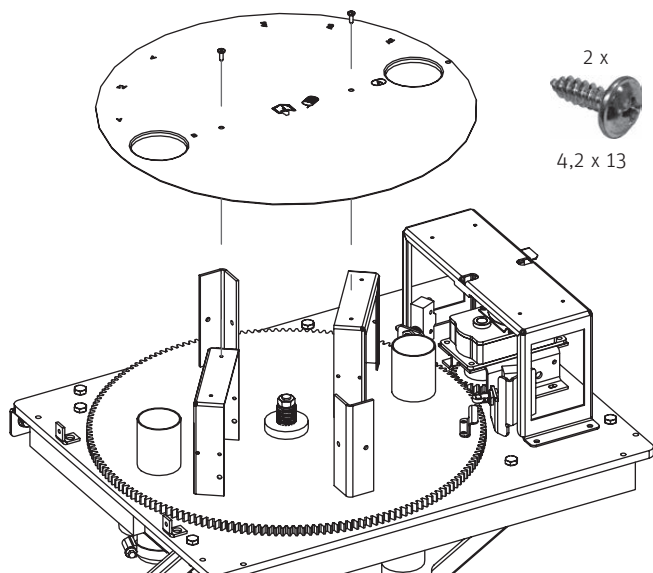

Fig. 27 Montage de la plaque de recouvrement
► Monter la plaque de recouvrement sur l'unité de commutation avec 2 vis à tôle 4,2 x 13 – Fig. 27.